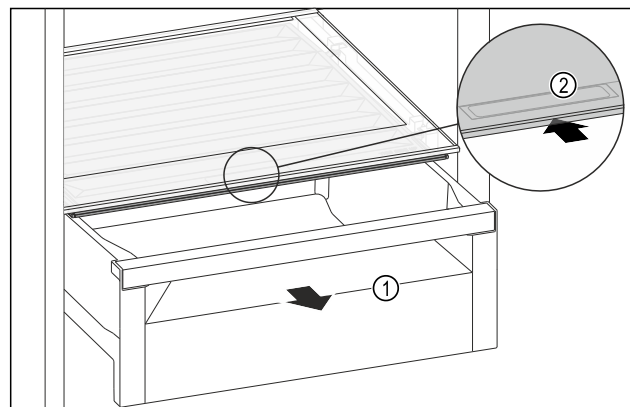

Fig. 194
- Izvlecite predal Fig. 194 (1).
- Primite prijemalno vdolbino Fig. 194 (2) na pokrovu predala in pokrov predala istočasno potisnite nazaj.